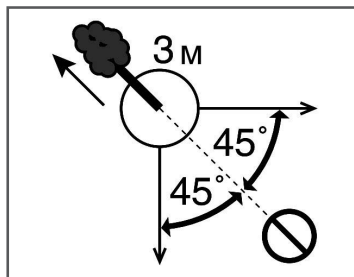

Рис. 12 Расчет пути отхода при валке дерева
- Когда дерево начнет падать, путь отхода должен быть направлен по диагонали в сторону, противоположную направлению падения, под углом 45 градусов. Вы должны отойти минимум на 3 метра от ствола, на тот случай, если во время падения комель дерева отскочит в сторону (Рис. 12).